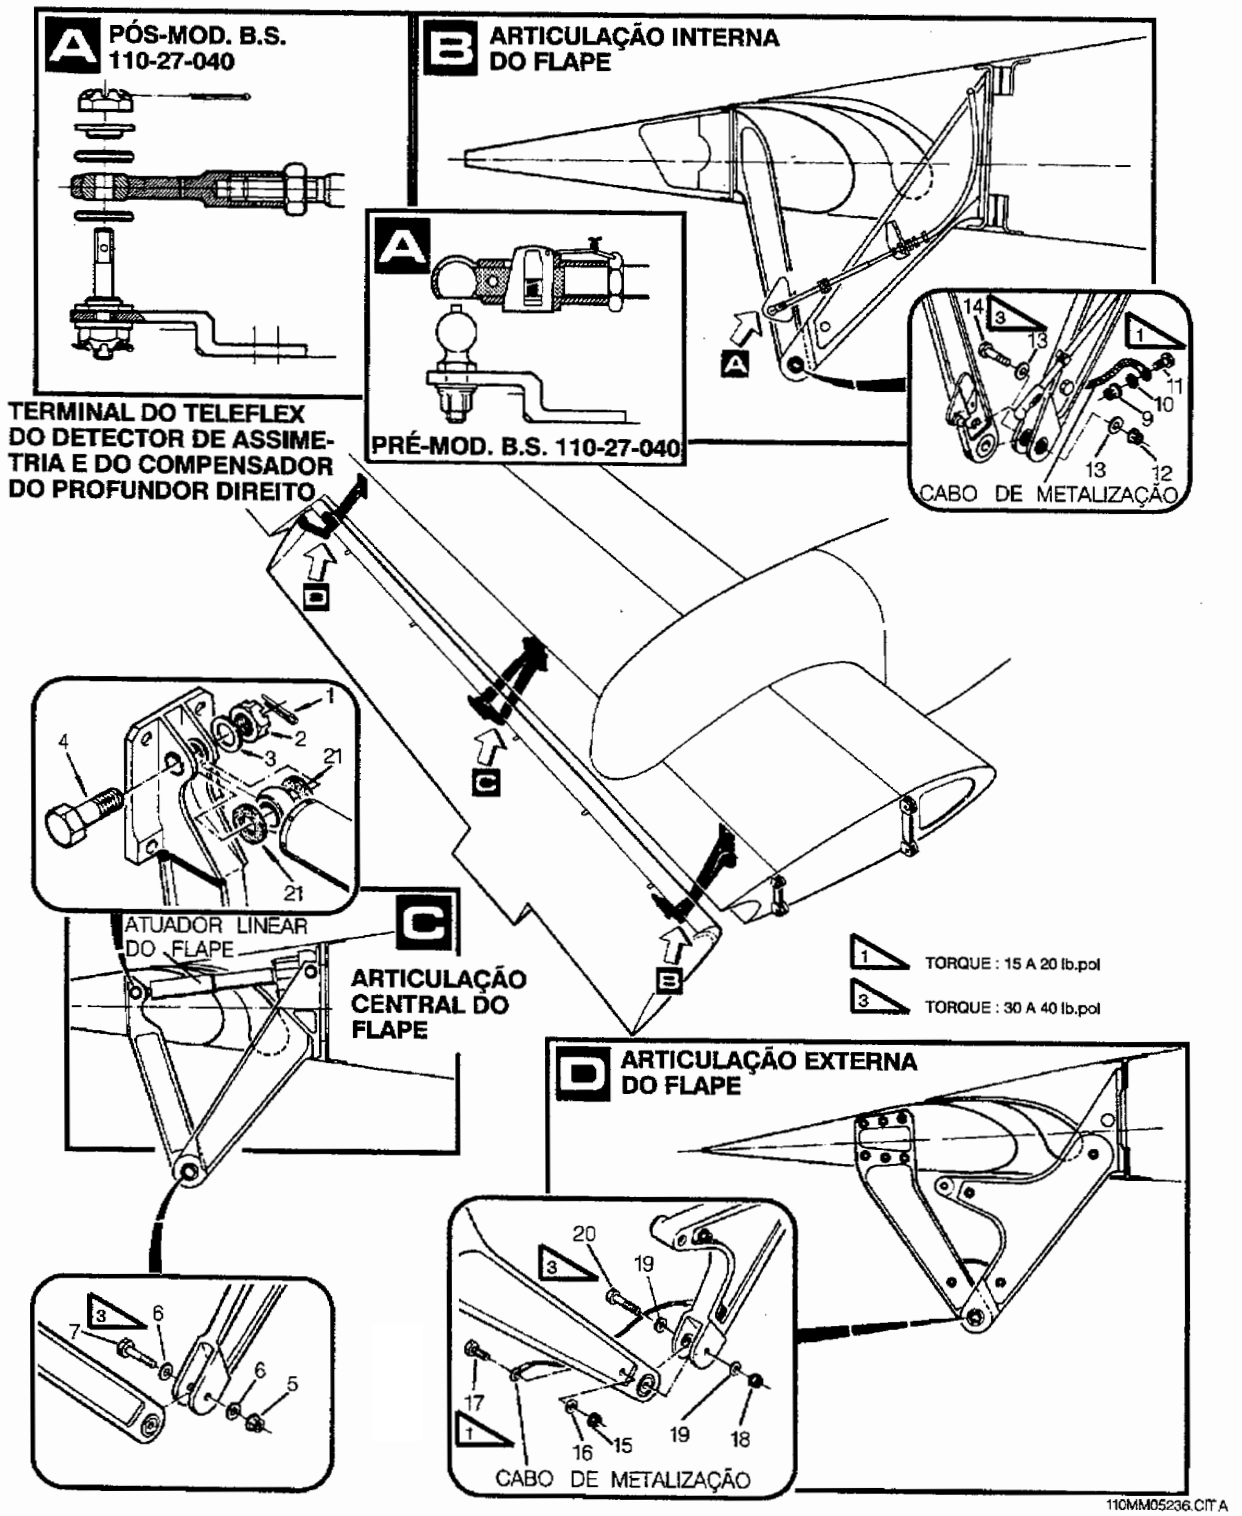

Figura 5-5. Remoção/Instalação do Flape
11. Remova o freio (aviões pré-mod B.S. Nº 110-27-040) ou o contrapino e a porca (aviões pós-mod B.S. Nº 110-27-040) e desconecte o terminal telescópico do sistema de detecção de assimetria dos flapes da rótula na ferragem interna do flape direito (veja a figura 5-5).
B.S. Nº 110-27-040) e desconecte o terminal telescópico do sistema de detecção de assimetria dos flapes da rótula na ferragem interna do flape esquerdo (veja a figura 5-5).
5-9. REMOÇÃO DOS FLAPES (figura 5-5)
5-10. INSTALAÇÃO DOS FLAPES (figura 5-5)
1. Desligue os terminais telescópicos dos cabos Teleflex de acionamento do sistema detector de assimetria e de comando do compensador do profundor direito das ferragens internas dos flapes (veja a figura 5-5).
5-12. MOTOR ATUADOR DOS FLAPES (figura 5-5)